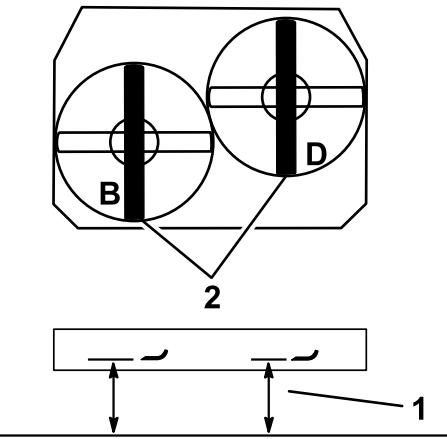

図 81
2. B位置で、平らな床面からブレードの刃先までの高さを測り、測定値を記録する図 81。
3. D位置で、平らな床面から右側ブレードの刃先までの高さを測り、測定値を記録する図 81。
注 B 位置における測定値が、D 位置における測定値の±3 mm 以内であれば適正とする図 81。高さの差がこの範囲内にない場合には以下の手順で調整する。